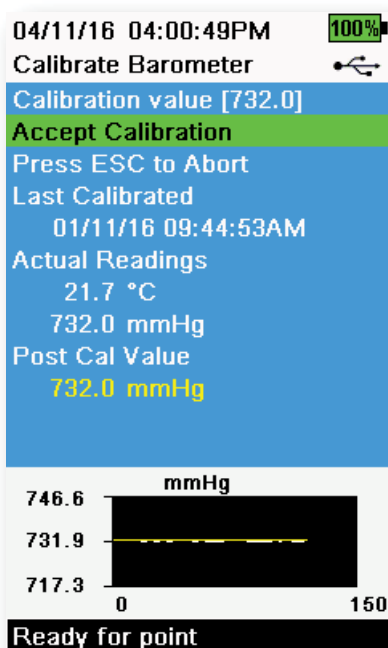

Figura 50 Calibra barometro
3. Selezionare **Accept Calibration (Accetta calibrazione)** (Figura 50). "Calibrazione riuscita!" sarà visualizzato nell'area dei messaggi.